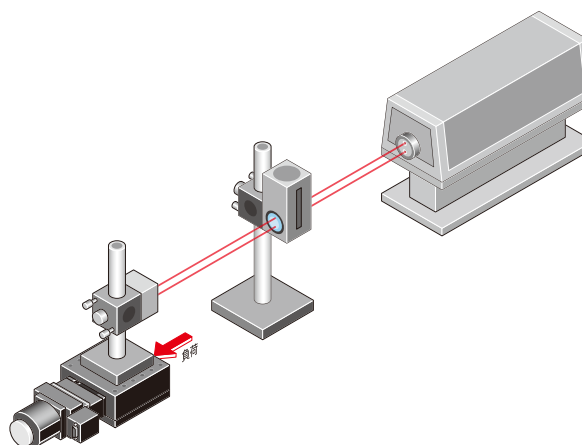

図3-6 バックラッシュ
3.6 バックラッシュ[JIS B 0182-1993 準拠]【図3-6】